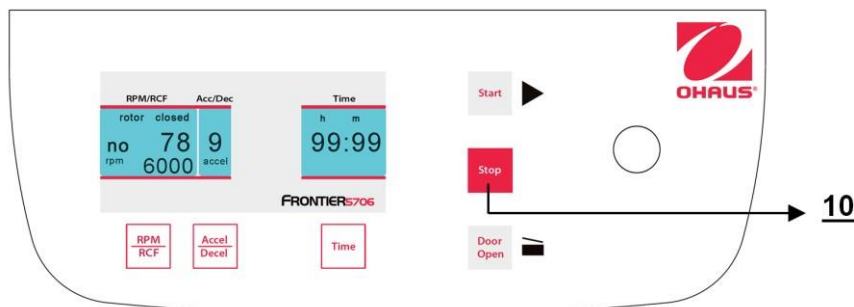

Figura 23
La operación puede interrumpirse en cualquier momento al presionar el botón **"Stop"** (10) (vea la Figura 23). Después de presionar el botón, la centrífuga se desacelera con la intensidad preseleccionada respectiva hasta que alcanza el reposo total.